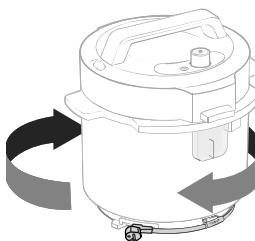

Figure 10.10
- Enroulez le cordon électrique dans le sens des aiguilles d'une montre autour de la base de l'autocuiseur et accrochez le clip du cordon électrique au crochet du cordon. [Figure 10.10]